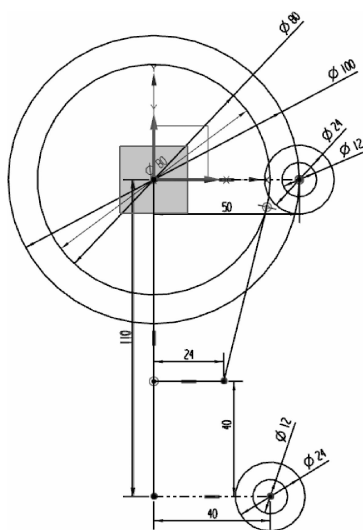

图 2-44 绘制切线
(6) 绘制切线。在“草图”工具条中单击  图标, 单击长 24 直线的端点和 $\phi 80$ 圆上一点绘制直线, 使之与 $\phi 80$ 圆相切, 如图 2-44 所示。